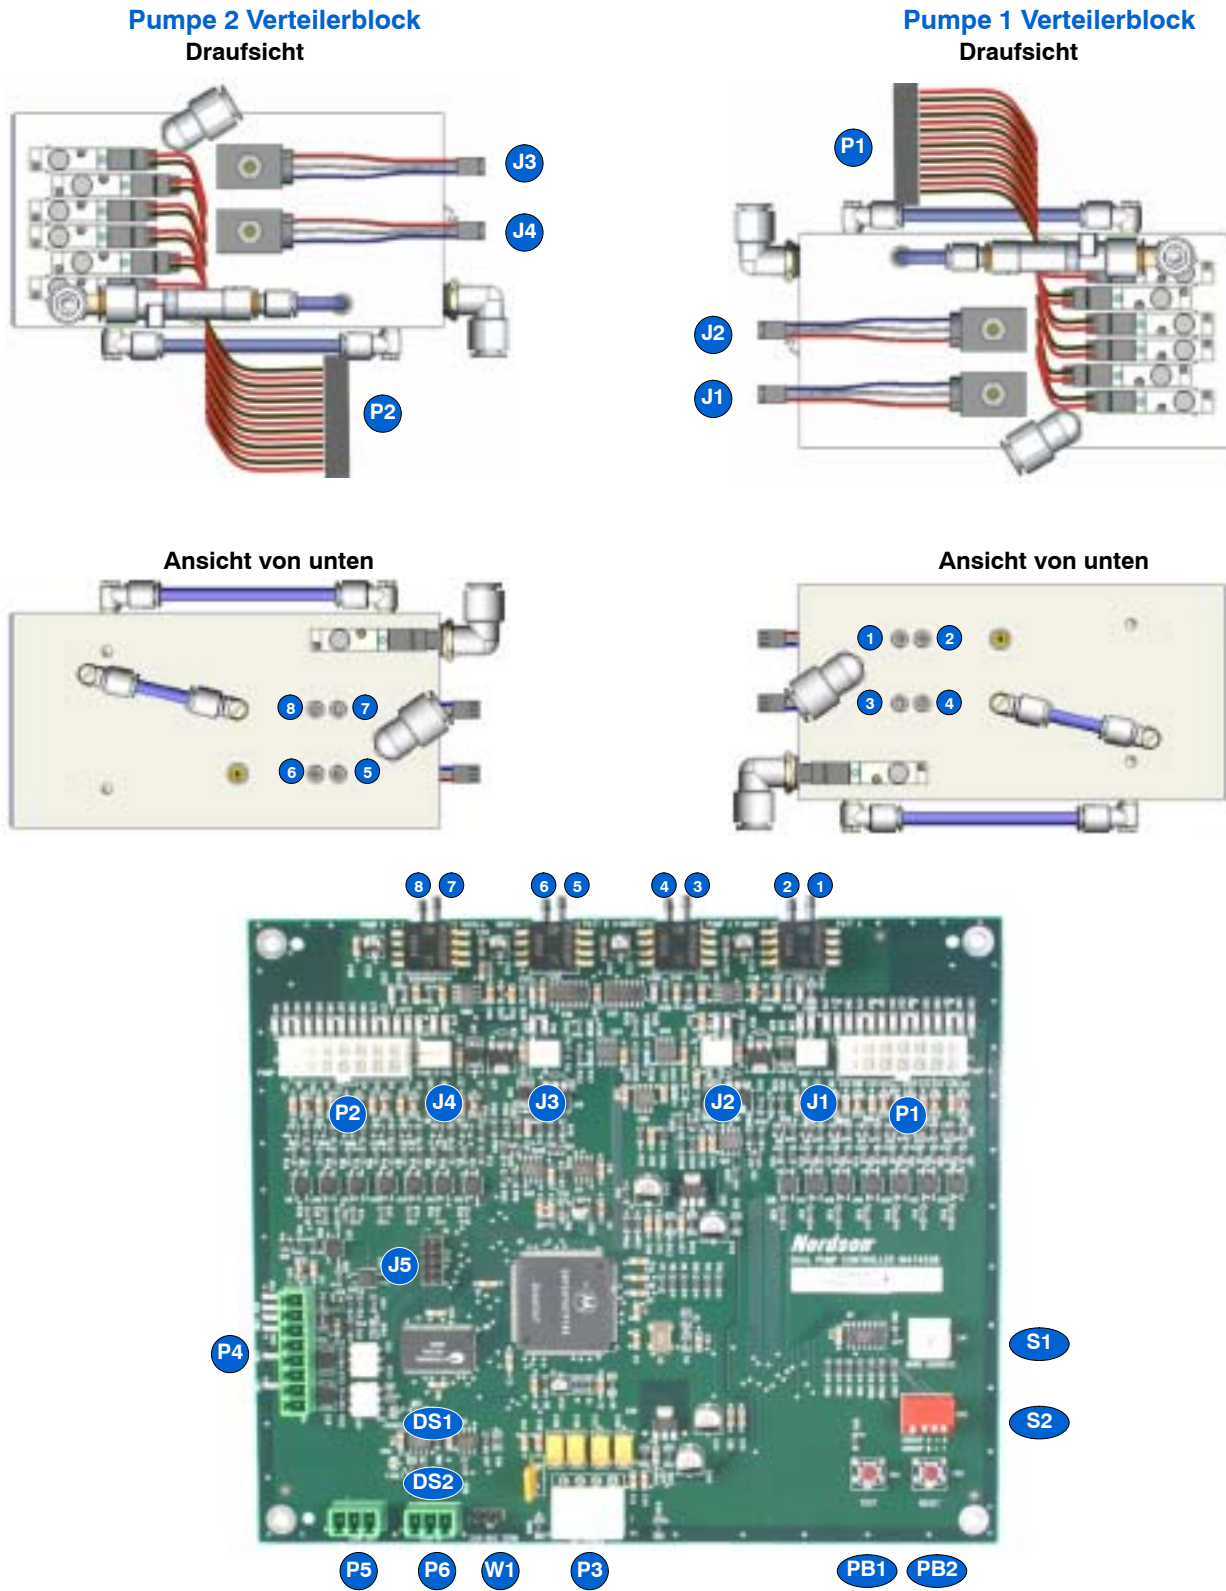

Abb. 3 Anschlüsse von der Platine zu den Pumpensteuerungs-Verteilerblöcken
6. Siehe Abbildung 3. Die acht Luftschläuche zu den Wandlern an der neuen Platine an die entsprechenden Anschlüsse an den Pumpensteuerungs-Verteilerblöcken der Pumpensteuerung anschließen.